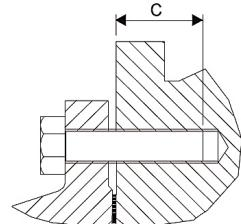

Fig. 7 | Lunghezza di avvitamento C
- › Viti secondo ISO 4014 (vedi fig. 7 e tabella 3)